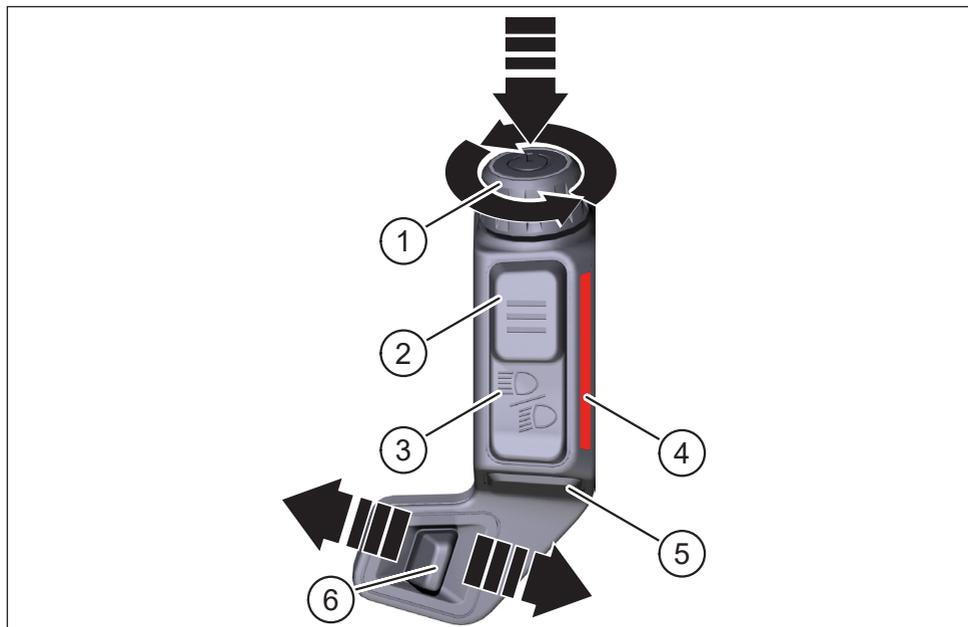

Fig. 28: Haibike Remote
Pos. dans Fig. 28	Désignation
Cinq affichages écran, qui comportent des informations destinées à différents buts d'utilisation, sont disponibles. Vous pouvez passer entre les différents affichages écran en tournant le bouton rotatif sur Remote (pos. 1 dans Fig. 28 à la page 31) dans le sens des aiguilles d'une montre ou dans le sens inverse.